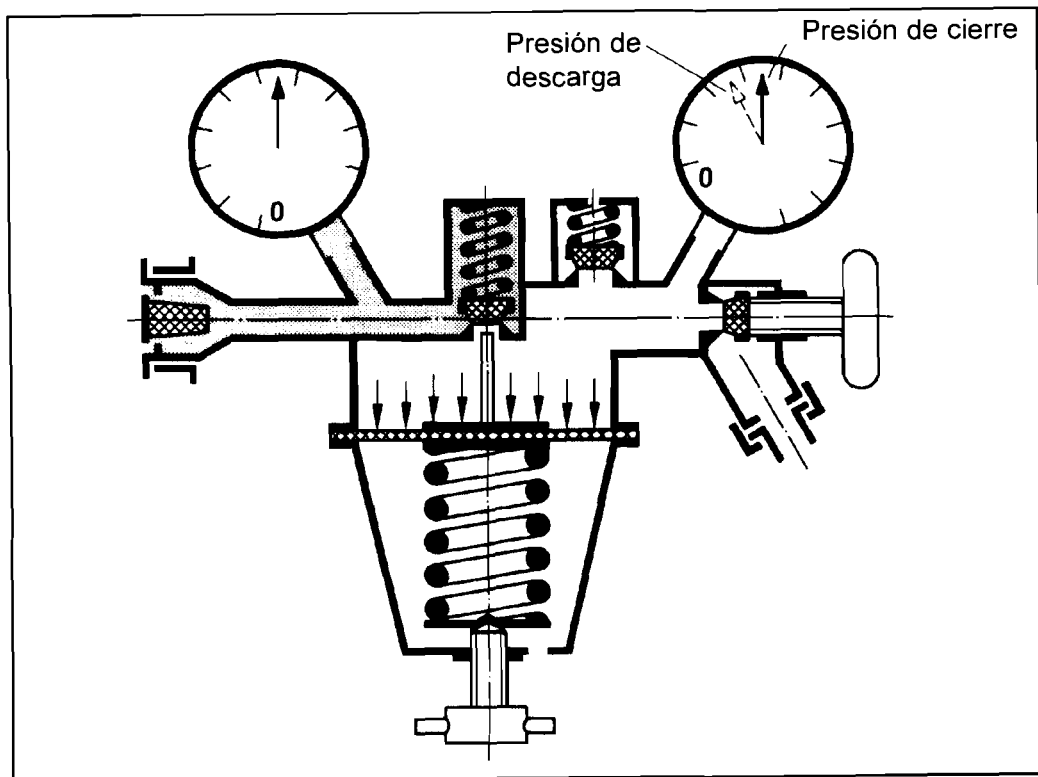

FIGURA 9.10: MANEJO DEL MANORREDUCTOR. CIERRE
2. Aflojar el tornillo de regulación de los manorreductores (ver figura 9.10).